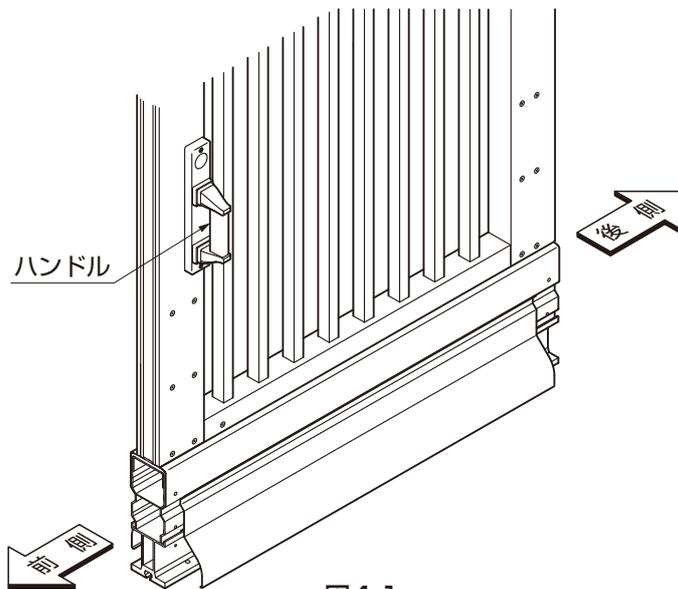

図4-1
- 本体には前後および掛受があります。前後は本体にハンドルがついている方が前方となります。(図4-1 参照) 掛受は本体前側の穴位置を見て確認してください。(図4-2、図4-3 参照) 前後および掛受を間違えると有効開口幅が確保できません。